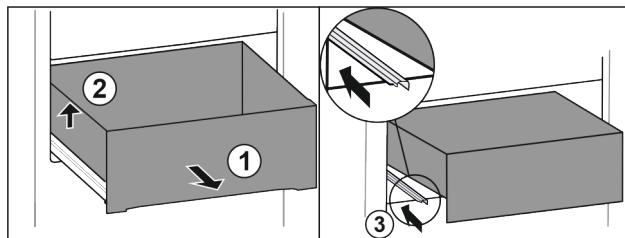

Fig. 23
- Вытяните выдвижной ящик до упора. Fig. 23 (1)
- Приподнимите выдвижной ящик слева. Fig. 23 (2)
- Вставьте левую направляющую. Fig. 23 (3)